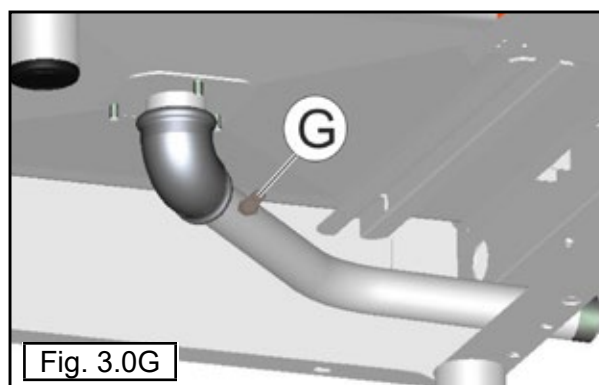

Fig. 3.0G
Het magneetventiel zorgt er middels de injector (G) voor dat er koud water in de afvoerbuys komt om de stoom te condenseren wanneer een temperatuur van 90°C wordt bereikt (Afb. 3.0G en 3.0G1).